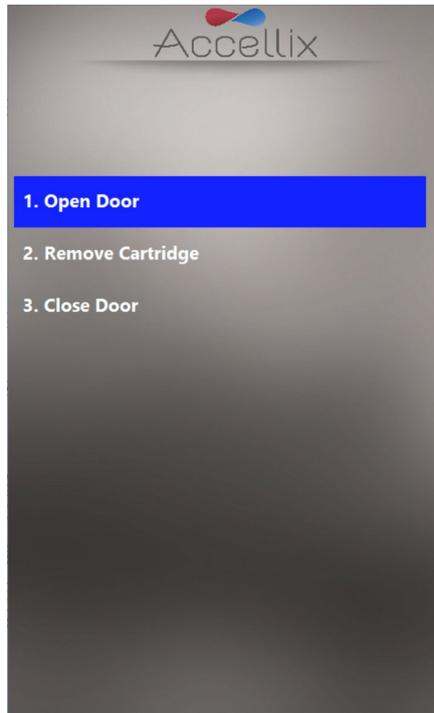

图44：测试结束后显示的移除芯片屏幕
14. 屏幕指示（图 44）会提示用户打开仪器门、移除芯片，最后关闭仪器门。